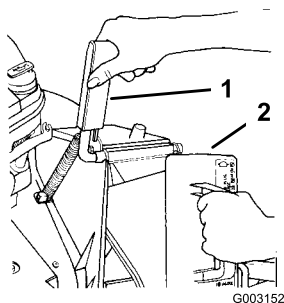

Figura 7
1. Abra la puerta de descarga tirando del tirador hacia adelante y desplazando la puerta hacia atrás (Figura 7). Mientras inserta el tapón, sujete el tirador de la puerta para evitar que el muelle cierre la puerta.
ligeramente en el sentido de las agujas del reloj al insertarlo (Figura 7).